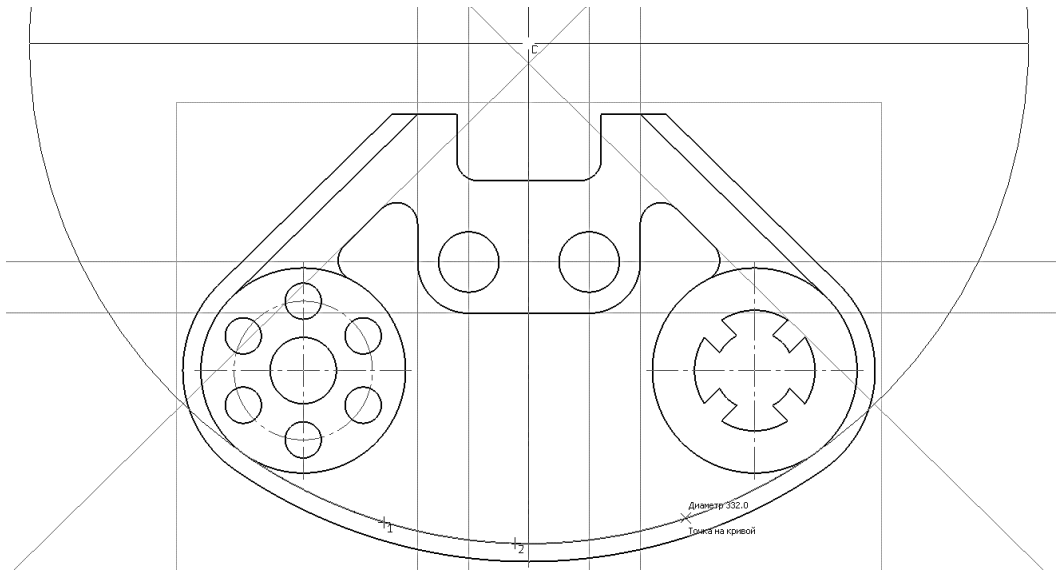

Рис. 76. Построение окружности по трем точкам
2.16.1 Для построения дуги радиусом 152 мм. необходимо определить центр сопряжения окружностей радиусом 166. Для этого восстановим окружность радиусом 166, используя команду **Окружность по трем точкам** . Выберем **окружность с осями**, стиль линии – вспомогательная (рис. 76).